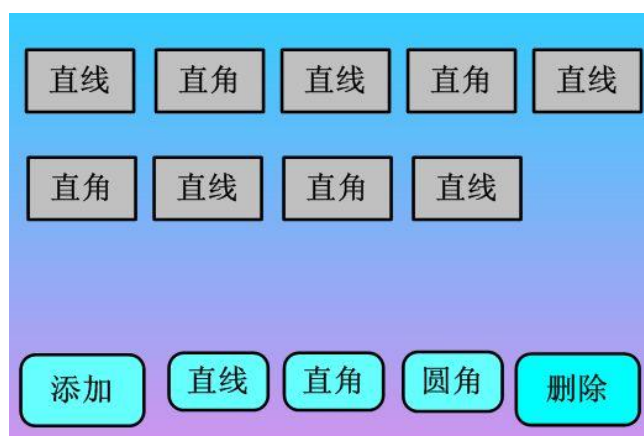
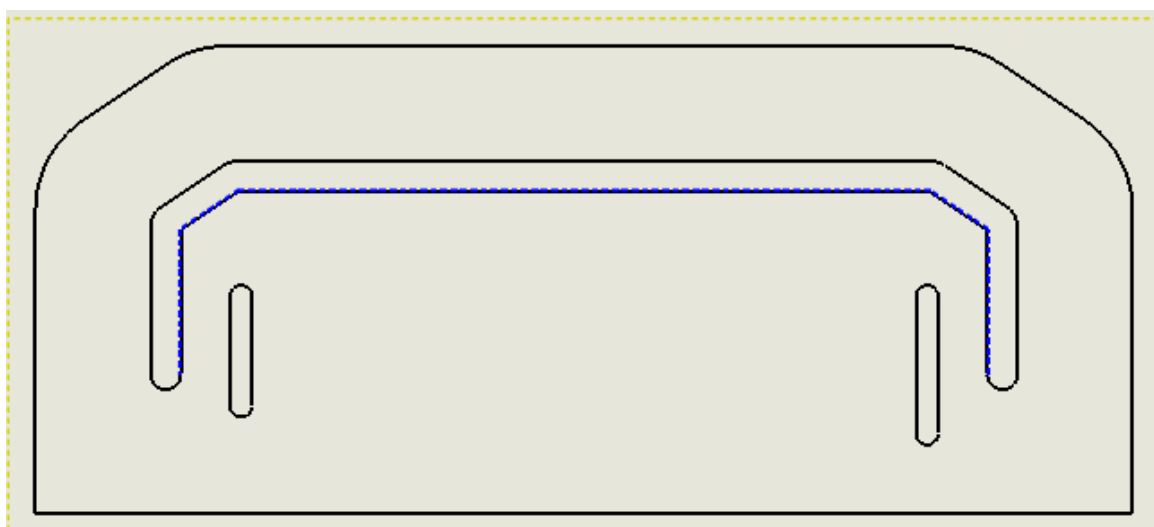

图 3
图 4
②:编辑四个直角袖口模板:图 3 对应图 4,编辑方法同上;